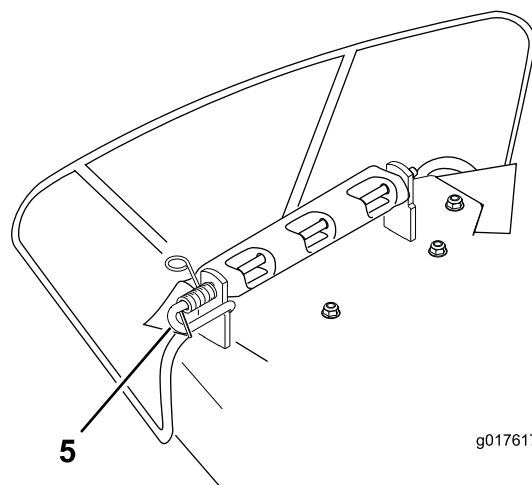

Figure 62
1. Désengagez le ressort du cran dans le support de déflecteur et sortez la tige des supports soudés du tablier, du ressort et de du déflecteur d'éjection (Figure 62). Enlevez le déflecteur s'il est endommagé ou usé.
2. Positionnez le nouveau déflecteur d'éjection en plaçant les extrémités du support entre les supports soudés du tablier, comme illustré à la Figure 62.